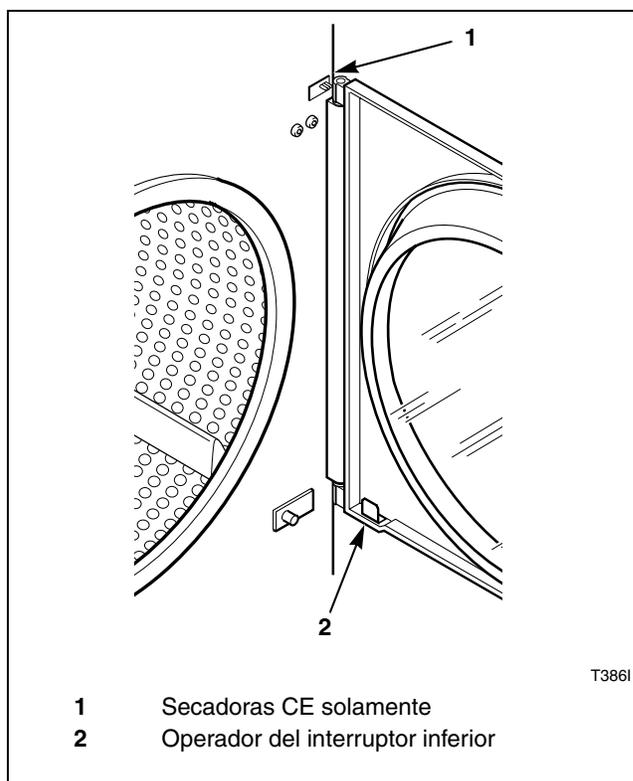

Figura 16
El interruptor de la puerta debe ser ajustado de forma que el cilindro pare cuando la puerta se abra 51 mm (2 pulgadas) más o menos 6 mm (0,25 de pulgada). Este interruptor normalmente está abierto y se cierra por la leva de bisagra cuando la puerta está cerrada. Si es necesario hacer ajustes, consulte la *Figura 16* y siga adelante de la manera siguiente:
Las secadoras CE tienen un segundo interruptor de puerta cerca de la parte superior de la misma (consulte la *Figura 16*). Este interruptor debe ajustarse de forma que el cilindro se detenga cuando la puerta se abra entre 0 a 51 mm (0 a 2 pulgadas). Este interruptor normalmente está cerrado y se cierra por la leva de bisagra cuando se abre la puerta. Si es necesario hacer ajustes, consulte la *Figura 16* y siga adelante de la manera siguiente:
1. Quite el operador del interruptor inferior (*Figura 16*) de forma que puede escucharse un “clic” del interruptor superior.